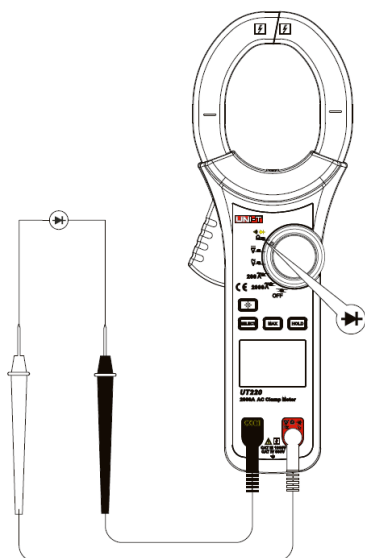

Figura 6
4. MEDIDAÇÃO DE DÍODO ($\rightarrow|$) (VER FIGURA 6)